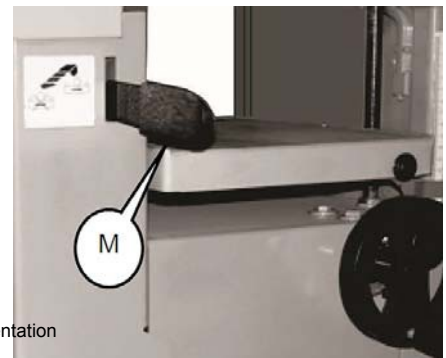

Fig. 28 : Levier d'alimentation
Étape 9 : Appuyez sur le levier (M, Fig.28) pour démarrer l'alimentation.